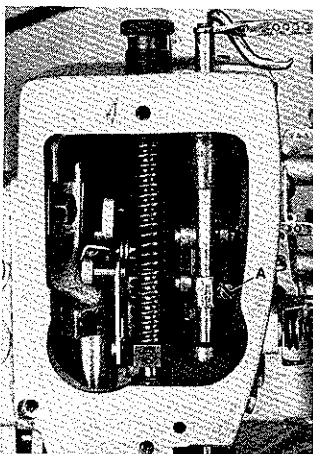
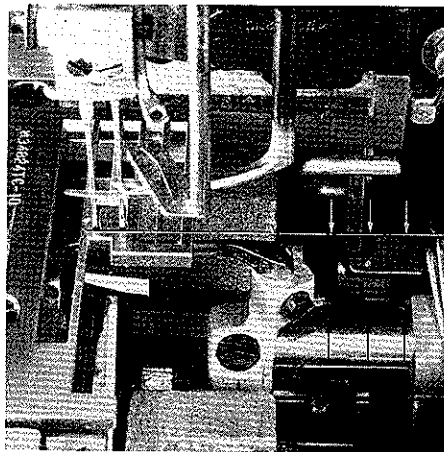
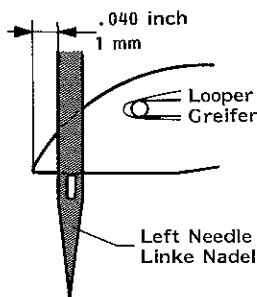

Fig.16
Fig.17
Fig.19
3. Loosen screw (A, Fig.16) and turn needle bar as required, so the needles center in the needle holes of throat plate and are parallel to the looper shaft (see Fig.17). This can be checked by holding a ruler against the needles.*
4. Retighten screw (A, Fig.16).
The height of needle bar is correct, when the looper point at its travel from right to left is 1 mm (.040 in) left of the left needle (see Fig.19) and the top of the needle eye is flush with the underside of the looper. For adjustment loosen screw (A, Fig.16) and move needle bar up or down as required. Retighten screw (A). Care should be taken not to disturb the alignment of the needle bar when making this adjustment.
* The needle bar can also be aligned and set to height without removing the Metering Device. For this, remove plug (Q, Fig.56) in the head cover plate to have access to screw (A, Fig.16) in the needle bar connection. Remount the plug.
3. Lösen Sie die Schraube (A, Fig.16) und drehen Sie die Nadelstange so, daß die Nadeln mittig in die Stichlöcher der Stichplatte einstechen und parallel zur Greiferwelle stehen (siehe Fig.17). Dies kann durch Anlegen eines Lineals an die Nadeln geprüft werden.
4. Ziehen Sie die Schraube (A, Fig.16) wieder an.
Die Nadelstangenhöhe ist richtig eingestellt, wenn die Greiferspitze bei ihrem Weg von rechts nach links 1 mm links der linken Nadel steht (siehe Fig.19) und Oberkante Nadelöhr und Unterkante Greifer in gleicher Höhe stehen. Lösen Sie für diese Einstellung die Schraube (A, Fig.16) und schieben Sie die Nadelstange nach Bedarf nach oben oder unten. Ziehen Sie die Schraube (A) wieder an. Beachten Sie, daß bei dieser Einstellung die Nadelstange nicht verdreht wird.
* Die Nadelstange kann auch ohne Abbau der Zumeßeinrichtung (Metering Device) ausgerichtet und auf Höhe eingestellt werden. Entfernen Sie dazu den Verschußstopfen (Q, Fig.56) in der Kopfdeckelplatte, damit die Schraube (A, Fig.16) im Nadelstangen-Mitnehmer zugänglich wird. Montieren Sie den Verschußstopfen wieder.